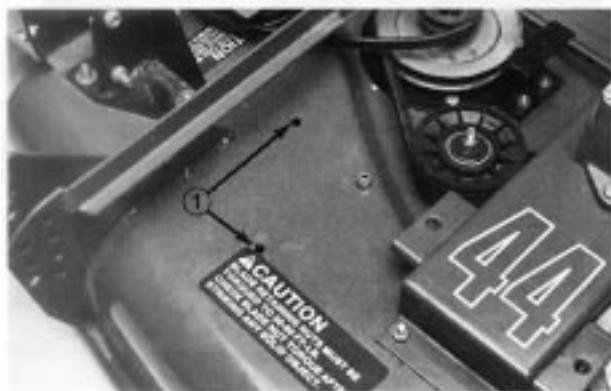

Abbildung 13
- Wenn das Leitrad in den Riemen geschoben worden ist, die Schlitzposition am Mäherdeck markieren. Ein Loch mit $11/32"$ (9 mm) Durchmesser neben das Riemscheibenende jedes Schlitzes bohren. Die Bohrungen für die Aufnahme der Schloßschrauben rechteckig feilen (Abb. 13).